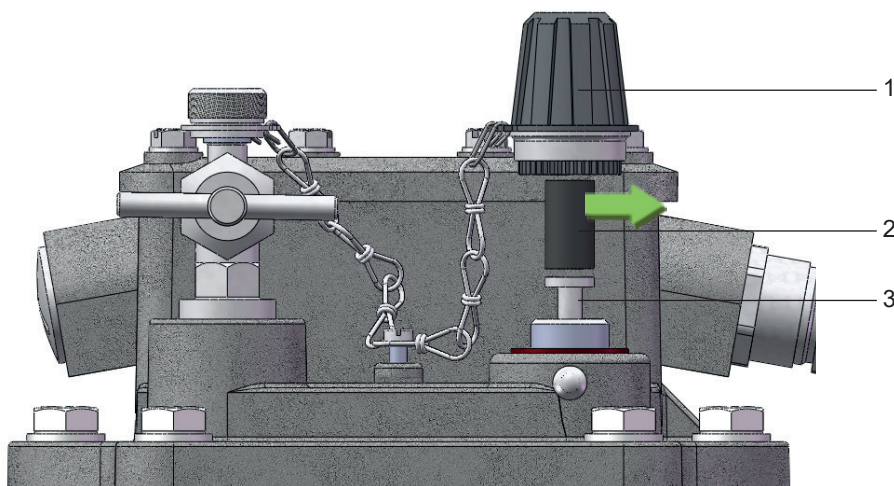

Abb. 13 - Transportsicherung entfernen
- große Hutmutter (Abb.13/ Nr. 1) von Prüftaste (Abb. 13/ Nr. 3) abschrauben
- Transportsicherung (Abb. 13/ Nr. 2) aus Hutmutter herausnehmen